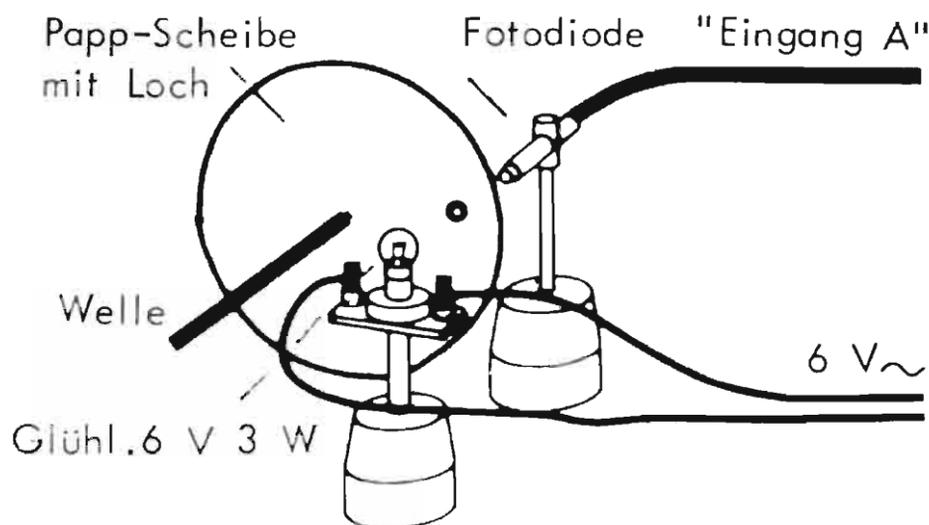

Abb. 9
1. Die Welle, deren Umdrehungszahl gemessen werden soll, wird mit einer Blende (z.B. einer Scheibe mit exzentrischem Loch) versehen (Abb.9).